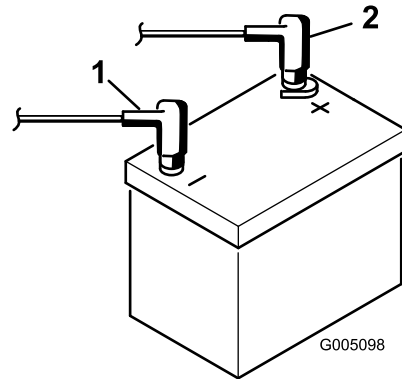

图8
- 使用螺栓和螺母将正极（红色）接线连接到正极（+）电池端子，负极（黑色）接线连接到负极（-）电池端子（图8）。将橡皮套滑动到正极电池端子上，防止可能发生的短路情况。